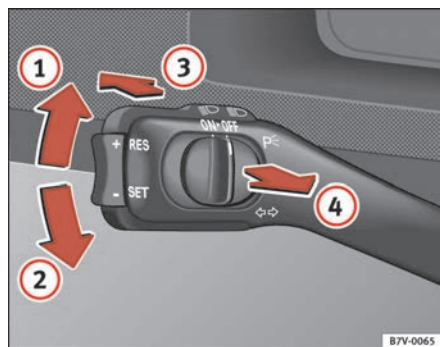

Abb. 73 Blinker und Fernlichthebel
- Drücken Sie den Hebel bis zum Anschlag nach oben ⇒ Abb. 73 ①, um **rechts** zu blinken, bzw. nach unten ②, um **links** zu blinken.